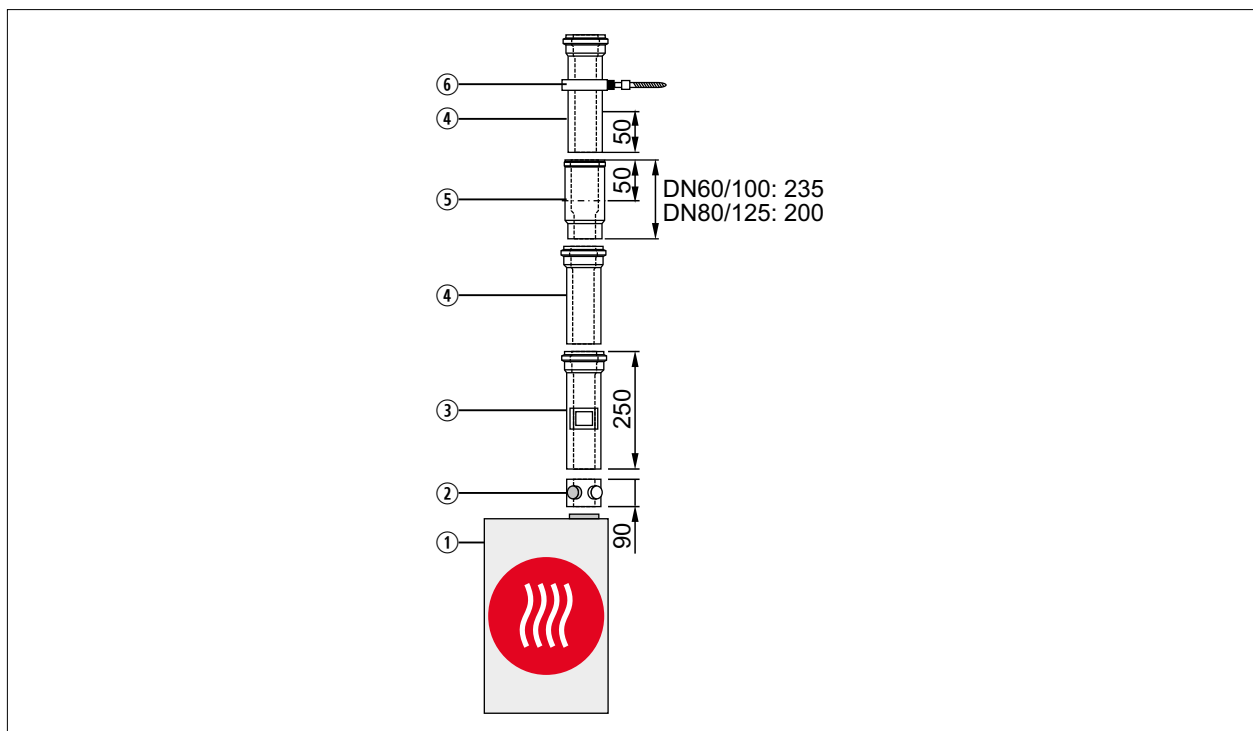

Fig. 5.14 Ejemplo de sistema de salida de gases [mm]
- ▶ Deslizar el dispositivo separador (6) (Fig. 5.14 Ejemplo de sistema de salida de gases [mm]) hasta el tope en el manguito precedente (5).
- ▶ Deslizar el siguiente tubo de aire/gases de combustión (5) 50 mm en el manguito del dispositivo separador (6).
- ▶ Fijar siempre el tubo de aire/gases de combustión (5) en esta posición, p. ej. con una abrazadera distanciadora (7) o en el lado del aire con un tornillo de fijación.